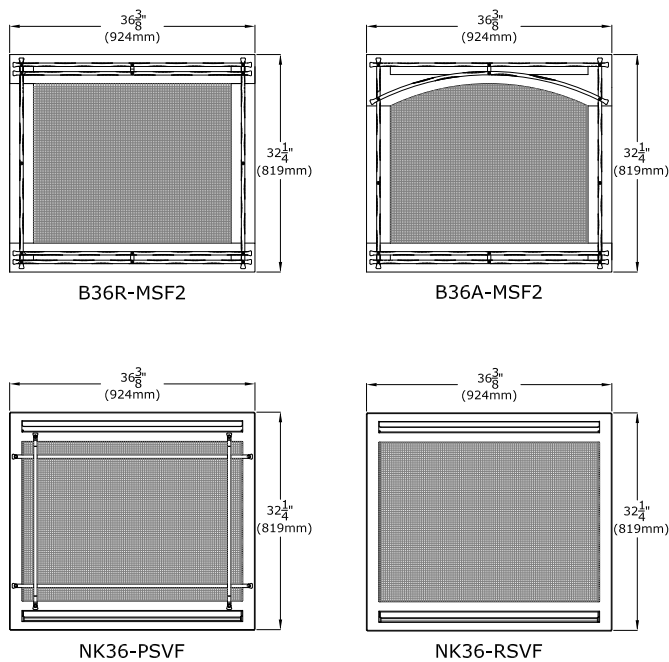
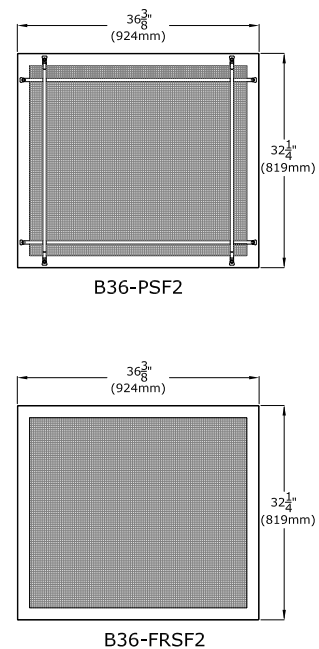

Figure 3.1 - Groupe de barrières de sécurité #1
Figure 3.2 - Groupe de barrières de sécurité #2
IMPORTANT : Les modèles B36-PSF2 et B36-FRSF2 (Figure 3.1) sont **UNIQUEMENT** approuvés pour une utilisation lorsque le Nordik 36 DV est installé avec le #KZK-036. Les (4) autres barrières de sécurité illustrées à la figure 3.2 sont approuvées dans tous les scénarios d'installation.
IMPORTANT : Les modèles B36-PSF2 et B36-FRSF2 (Figure 3.1) sont **UNIQUEMENT** approuvés pour une utilisation lorsque le Nordik 36 DV est installé avec le #KZK-036. Les (4) autres barrières de sécurité illustrées à la figure 3.2 sont approuvées dans tous les scénarios